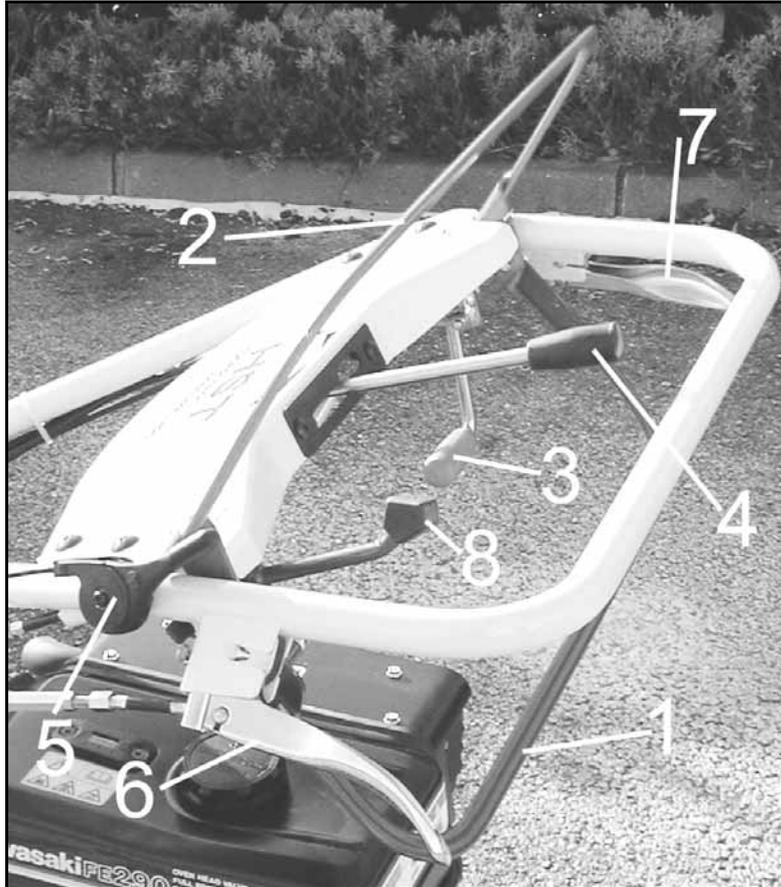

Figura 8
- Abbassare verso il manubrio la leva di sicurezza della frizione rotore (2 Figura 8), quindi sollevare gradualmente la leva frizione rotore (3 Figura 8) per mettere in tensione la cinghia e trasmettere potenza al rotore lame.
- Sollevare verso il manubrio la leva della frizione principale (1 Figura 8), quindi spostare la leva della trasmissione idrostatica (1 Figura 8) in posizione di marcia, per iniziare il lavoro .